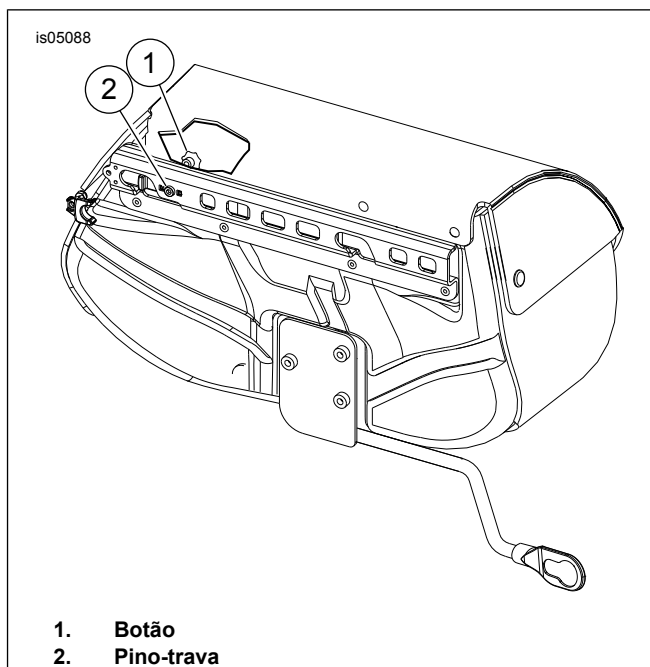

Figura 7. Botão e trava do alforje
2. Veja Figura 7. Da parte de dentro do alforje, puxe e gire o botão (1), para que o pino-trava (2) libere a trava do suporte.